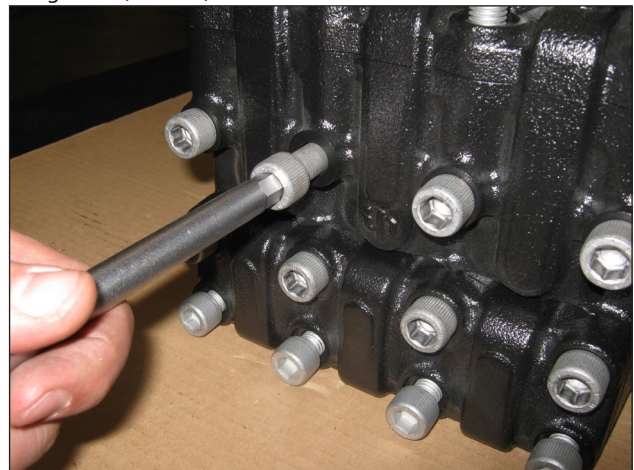

Abb. 36
- A) Lösen Sie die Befestigungsschrauben des Kopfs M12x130 (M12x150 bei SN6416 und SN 6418. M12x190 bei SW64) gemäß (Abb. 36).